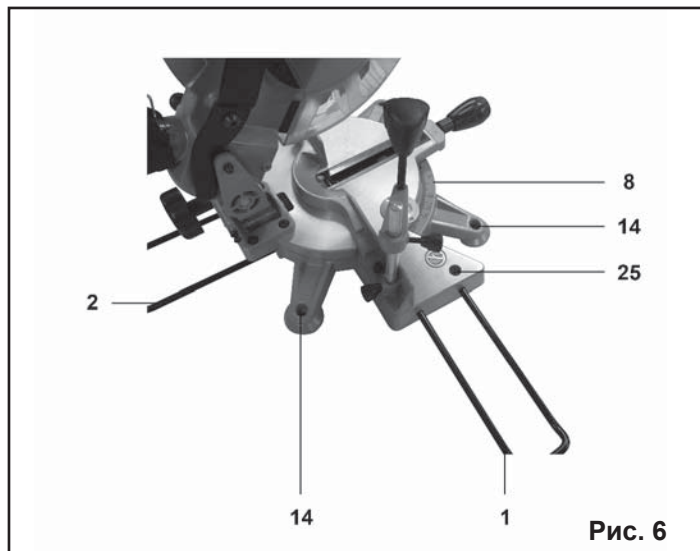

Рис. 6
9.2.1. Установите в отверстия основания пилы две выдвижные опоры (1), зафиксируйте их положение винтами фиксации (25), Рис.6.